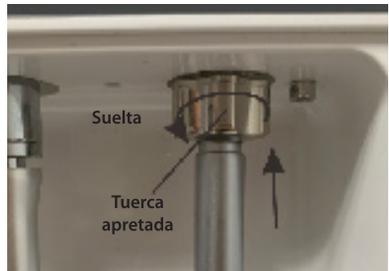

Figura 8
2. Abra la tapa de la puerta, instale la pieza de mano en el conector y apriete la rosca (como se muestra en la Figura 8).